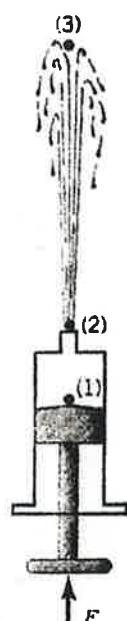

Figura E3.4
Considere o escoamento de água mostrado na Fig. E3.4. A força aplicada no êmbolo da seringa produzirá uma pressão maior do que a atmosférica no ponto (1) do escoamento. A água escoa pela agulha, ponto (2), com uma velocidade bastante alta e atinge o ponto (3) no topo do jato. Discuta, utilizando a equação de Bernoulli, a distribuição de energia nos pontos (1), (2) e (3) do escoamento.